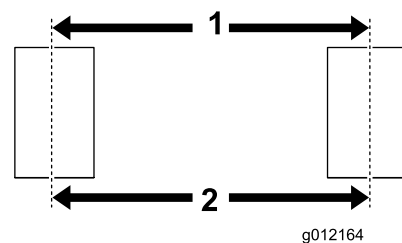

Figura 3
**Nota:** Para evitar o desgaste prematuro dos pneus, as rodas devem ter 0 a 3 mm de convergência quando estão viradas para a frente. Para verificar a convergência, faça uma linha no centro de cada pneu. Meça a distância de centro a centro (Figura 3), à altura do cubo das rodas, na zona dianteira e traseira dos pneus. Ajuste os suportes de montagem do eixo de forma a que a medida na frente do pneu fique a menos de 3 mm que a medida na parte de trás do pneu.